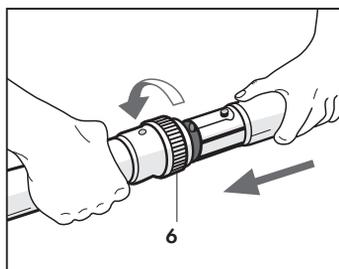

Fig. 11
Per l'accoppiamento dei tubi (U) e degli accessori è sufficiente inserire la parte terminale maschio dell'uno nella parte femmina e ruotare la ghiera di bloccaggio (6) nella direzione indicata (**Fig. 11**).